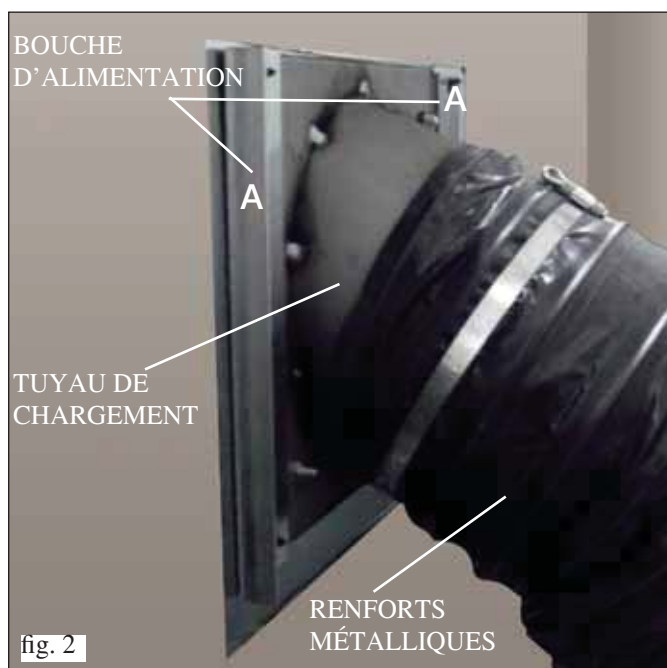

fig. 2
• Fixer la bouche d'alimentation à la contre-hotte au moyen des vis autotaraudeuses fournies, en utilisant les trous présents sur le châssis de celle-ci ; renforcer le Placoplatre en appliquant des profils métalliques sur l'arrière (A fig. 2).
#### INSTALLATION DU TUYAU DE CHARGEMENT (fig.2 et 3).
(fig.2 et 3).
• Fixer le tuyau flexible au raccord présent sur la bouche d'alimentation au moyen des colliers fournis (fig. 2).